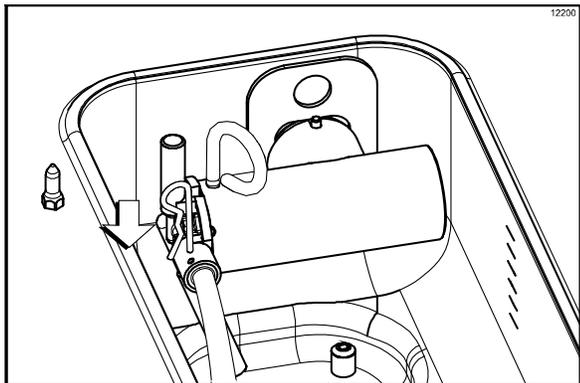

図167
2. ミックスのシリンダーへの流入が止まったら(泡が止まったら)、ミックスポンプのアウトレットフィッティングからロッキングピンを外します。フィードチューブのアウトレット側をミックスインレットホールに入れ、インレット側をポンプのアウトレットに入れて、ロッキングクリップで固定します(図167を参照)。